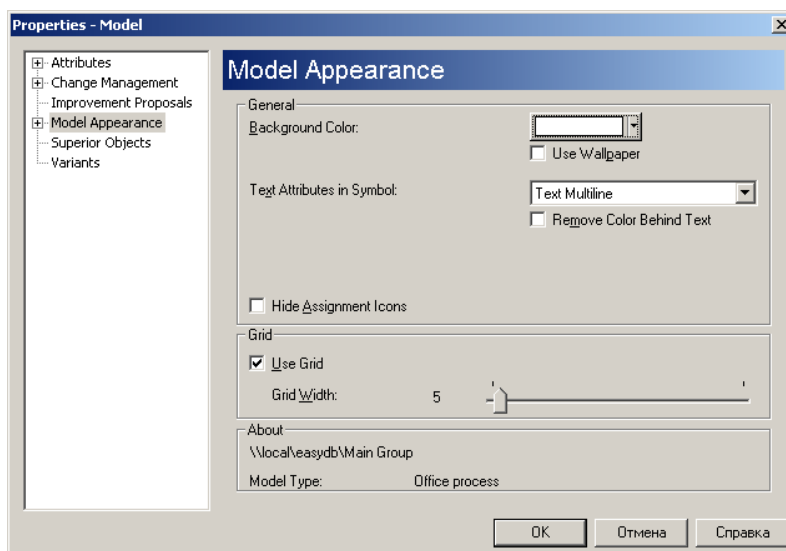

Рис. 5. Окно задания свойств модели
- На пустом фоне модели вызовите контекстное меню и выберите пункт *Properties*. Слева в списке свойств щелкните по *Model Appearance* (рис. 5). Установите цвет фона (*Background Color*) белым. Щелкните мышью по кнопке *OK*.